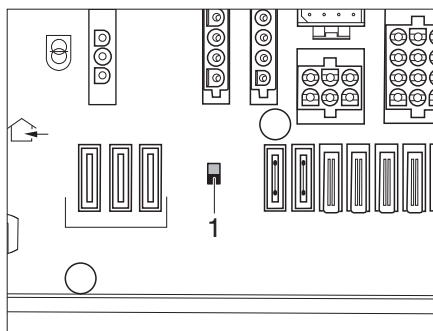

Fig. 267 Interruttore staccabatteria
- Impostare l'interruttore staccabatteria (Fig. 267,1) sulla centralina EBL su "ON".